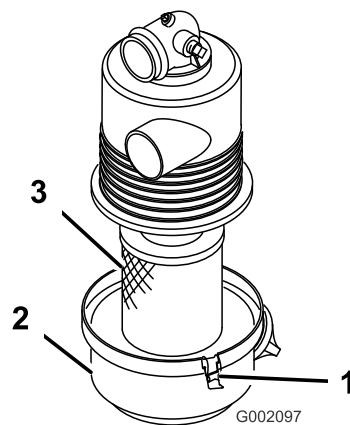

Рисунок 24
2. Проверьте корпус воздухоочистителя на отсутствие повреждений, которые могут вызвать утечку воздуха. Убедитесь, что крышка герметично установлена на корпусе воздухоочистителя (Рисунок 24).
3. Отпустите фиксаторы, крепящие крышку воздушного фильтра на его корпусе (Рисунок 24).
4. Отделите крышку от корпуса и очистите внутреннюю поверхность крышки воздушного фильтра (Рисунок 24).